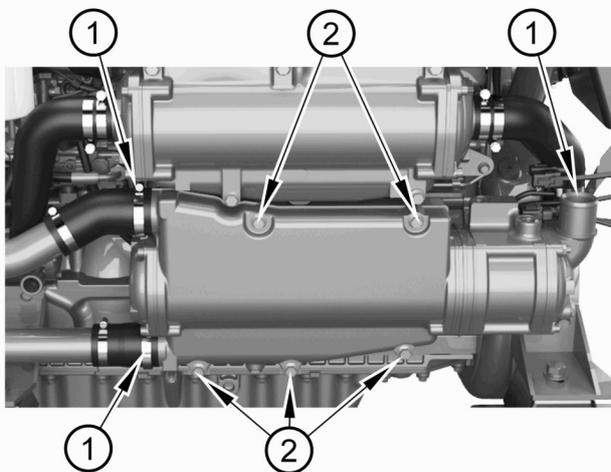

Abbildung 14
2. Lösen Sie die Schlauchschellen (Abbildung 14 Nummer 1).
3. Entfernen Sie die Schrauben (Abbildung 14 Nummer 2).